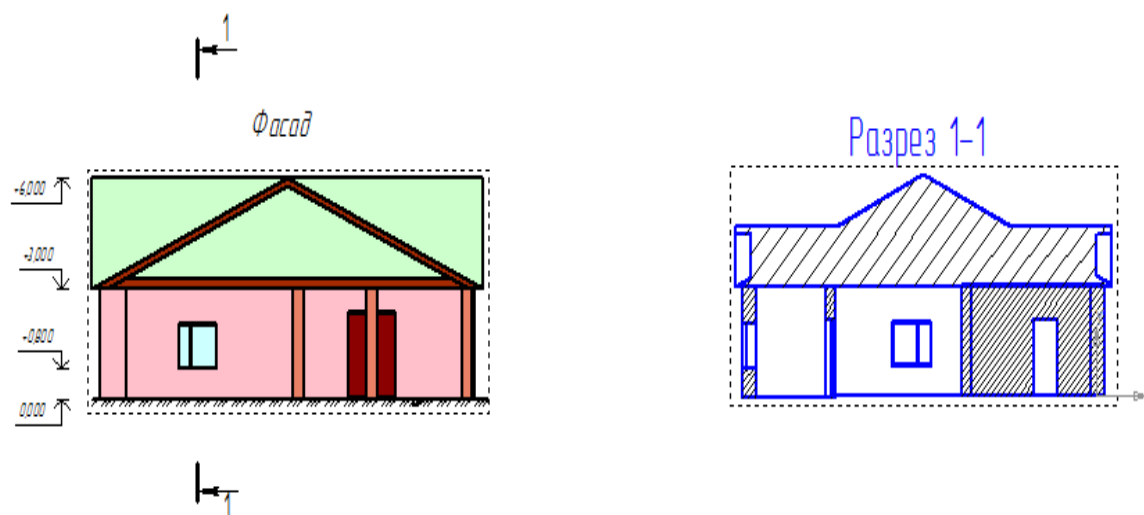

Рисунок 3.1.9. Результат построения разреза.
4. Сохраните файл под именем Упражнение 3.1. (Рис. 3.1.9.).